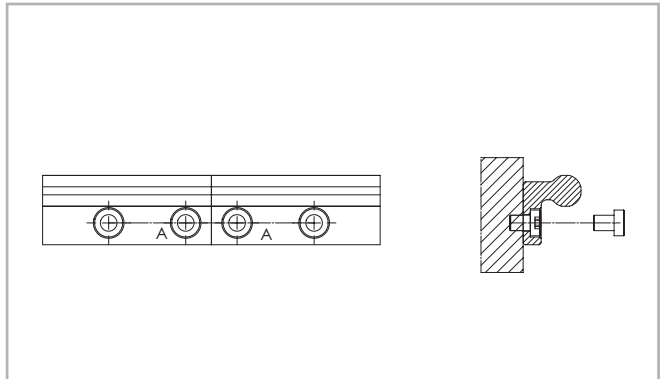

Fig. 27
- (1) Fijar las guías simples en la superficie de montaje apretando todos los tornillos salvo el último en cada unión de guía.
- (2) Colocar los tornillos de anclaje terminal sin apretarlos (véase Fig. 27).